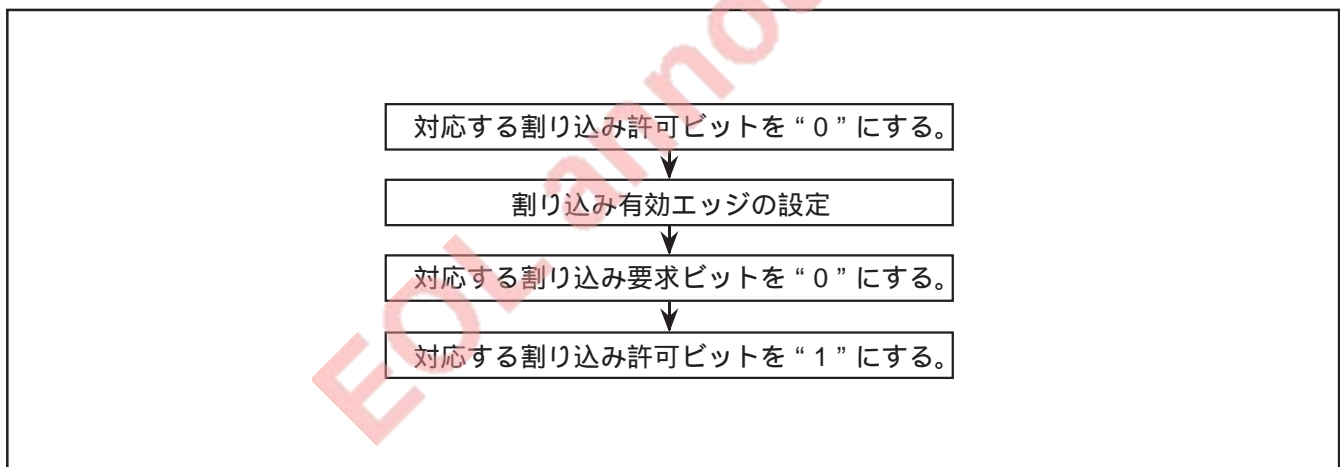

図1.11.14 レジスタ設定例
- (3) 割り込み要求ビットは、ソフトウェアにより“0”にすることができますが、クリア命令実行直後は変更前の値が残っています。そのため、割り込み要求ビットの変更後BBC，BBS命令を実行する場合は、割り込み要求ビット変更命令実行後、1命令以上後に行ってください。
- (4) INT割り込み又はCNTR割り込みの検出エッジを切り替える場合、対応する割り込み要求ビットが“1”になる場合があります。そのため、図1.11.14に示すレジスタ設定例にならって設定を行ってください。